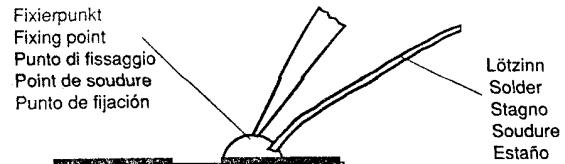

Fig. 3
Lötperle anbringen (Fig. 3).
3. Pulire il punto dai residui di saldataura. Applicare una goccia di stagno (Fig. 3).
Then apply a solder bead (Fig. 3).
3. Aspirer les restes de soudure sur le circuit. Poser une pointe de soudure (Fig. 3).
- Tercer paso: Limpiar el punto de soldadura de residuos de la soldadura anterior. Poner una gota de estaño (Fig. 3).